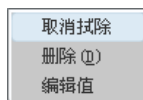

图 5.2.12 快捷菜单
- 如果在绘图树中右击拭除的尺寸  模型.d3，在弹出的图 5.2.12 所示的快捷菜单中选择“取消拭除”命令，可以将尺寸重新显示出来。